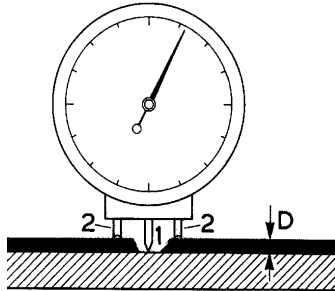

Abb. 3
Messung des Höhenunterschiedes (D) zwischen Anstrichoberfläche und einer freigelegten Stelle des Untergrundes durch den frei beweglichen Taster (1) einer mit zwei Füßen (2) auf die Schichtoberfläche aufgesetzten Messuhr (Abb. 3).